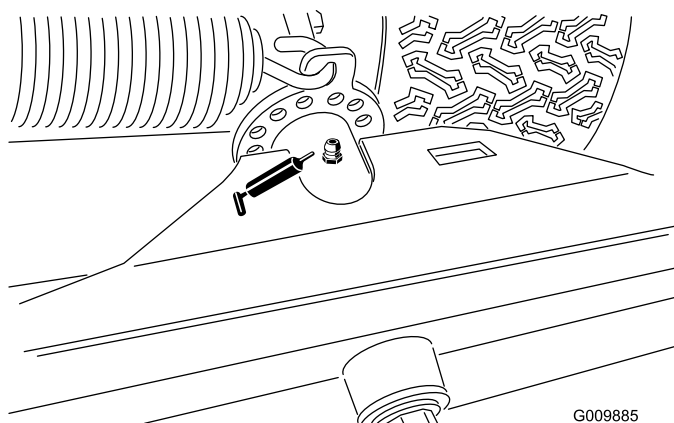

Figura 40
- Articulação do cilindro de elevação traseiro (Figura 40)